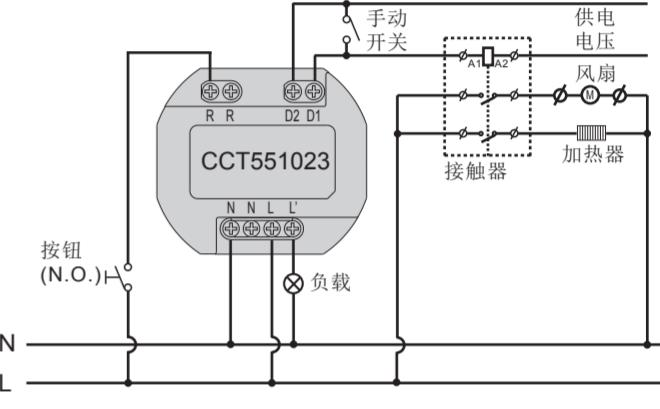
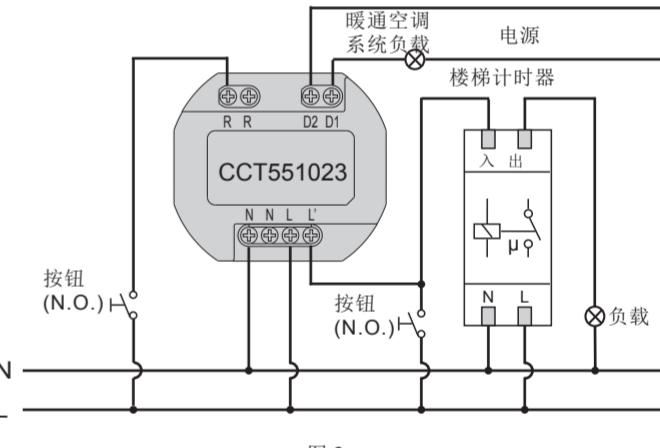
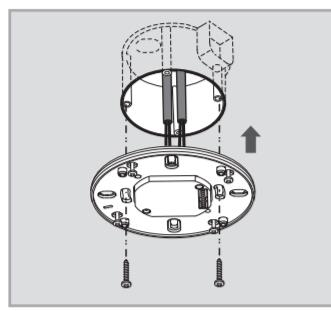
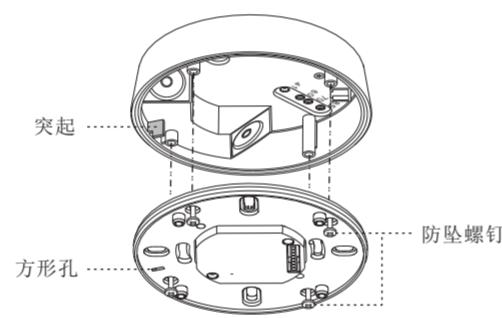

图 5
图 6
图 9
图 17
4.3.1 CCT551023 用于标准应用 (见图 5)
4.3.2 CCT551023 控制楼梯计时器开关 (时间 1 应设定为 ≤ 1 秒) (参见图 6)
4.4.1.3 用两个螺钉，将电源盒固定在欧洲标准接线盒内（见图 9）。
4.4.2.3 请参见图 5 - 图 6 的插图说明，进行正确布线，然后拧紧电源盒盖。
4.4.3.5 参见接线图，以便正确布线连接（见图 5 - 图 6）。固定板上有方形孔；将固定板放入接线盒时，请将凹槽对准接线盒的突起（见图 17），然后将感应器头按图 9 所示安装到电源盒上，再用已装上的 4 个防坠螺钉完成组装。